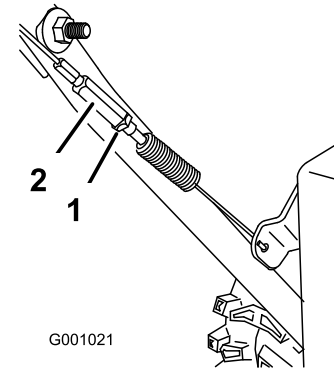

Figure 34
- Resserrez l'écrou de blocage (Figure 34).